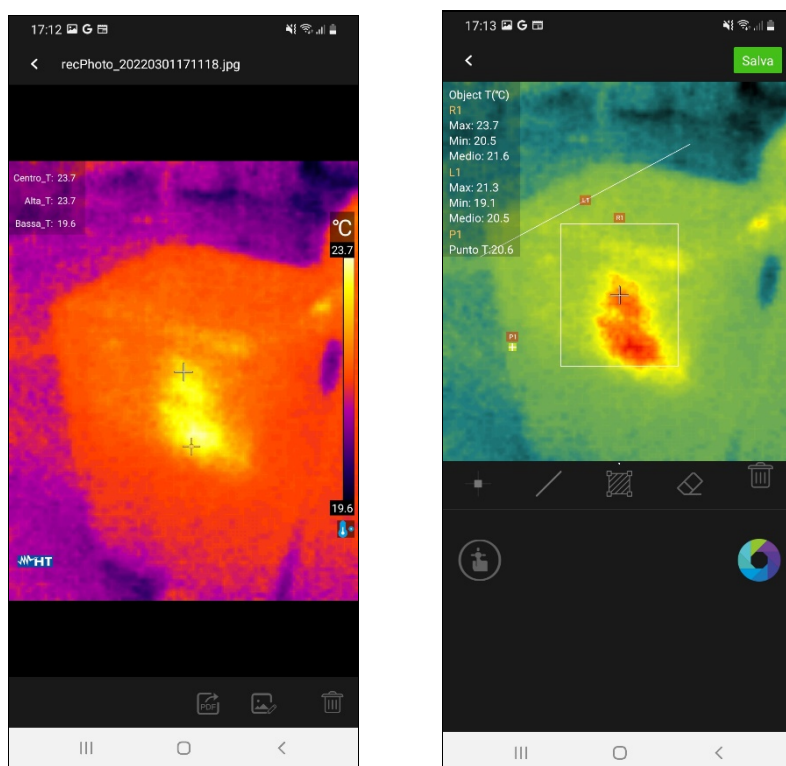

Fig. 11: Modifica immagini salvate
1. Entrare nella Galleria e selezionare l'immagine desiderata (vedere § 5.7) come mostrato nella Fig. 11 – parte sinistra
3. Toccare l'icona  per modificare la tavolozza colori (vedere § 5.6) e l'icona  per aprire il tool delle analisi avanzate (vedere Fig. 11 – parte destra)
4. Inserire eventuali oggetti sull'immagine (vedere § 5.5) e toccare l'icona “Salva” in alto a destra del display (vedere Fig. 11 – parte destra)
1. Entrare nella Galleria e selezionare l'immagine desiderata (vedere § 5.7) come mostrato nella Fig. 11 – parte destra